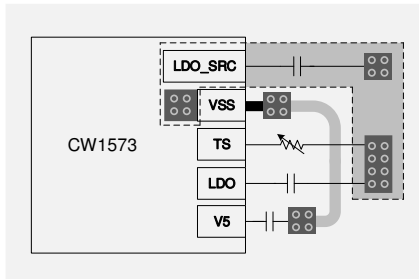

图 2
- 2, 若无法满足大面积铺地需求，V5端子电容接地，需要单独以最短路径连接到芯片的VSS端（线径0.5mm），中间不能其他的接地网络连接（参考图2/图3）；